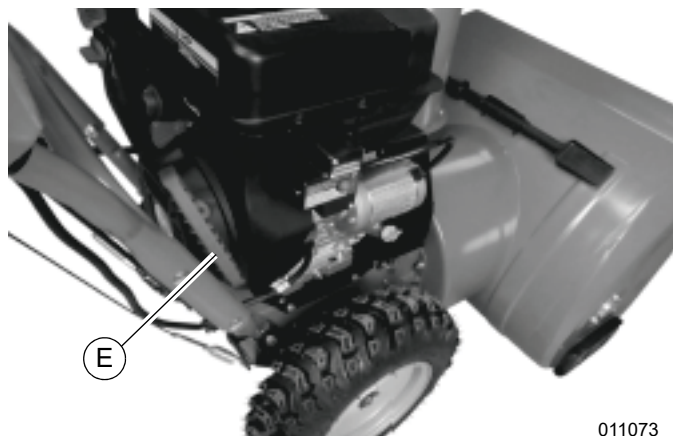

Figure 3-2. Cordon de lanceur
5. Enfoncer et relâcher la poire d'amorçage (D) à trois reprises.
6. Voir Figure 3-2. Tirer lentement sur le cordon de lanceur (E) jusqu'à sentir une résistance puis tirer vivement sur le cordon. Le cordon de lanceur s'enroule automatiquement lorsqu'il est relâché.